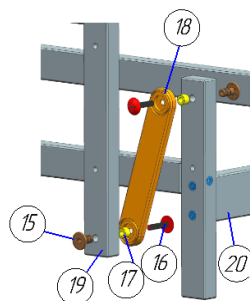

Рисунок 7.
-**п.6** Сборка нижнего основания кровати с верхней частью кровати через маятниковый механизм (Рис. 7):